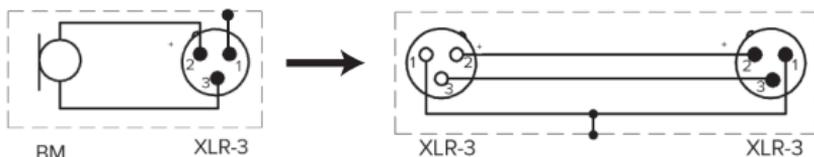

рис. 4
1. Присоедините микрофон к микшерному пульту или аудиоинтерфейсу микрофонным кабелем XLR-3 (рис. 4)